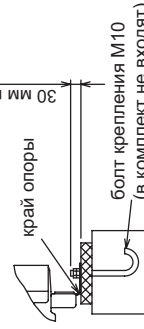

Рис. 1 (без съемной опоры)
- 2 Установочные опоры должны прочно располагаться на основании (рис. 1 и 2).
- 3 Болты крепления должны выступать не более, чем на 30 мм (рис. 1 и 2).